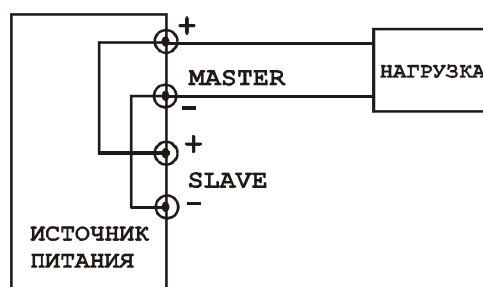

Рис. 6-5 Подключение нагрузки в параллельном режиме
- Проверить полярность подключения. Подсоединить к выходным клеммам внешнюю нагрузку в соответствии с рис. 6.5.